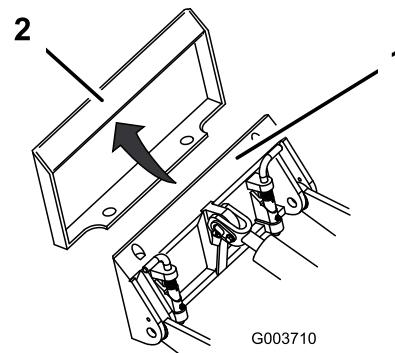

Figura 10
4. Posizionate la piastra di montaggio sul bordo superiore della piastra ricevente dell'attrezzo (Figura 10).